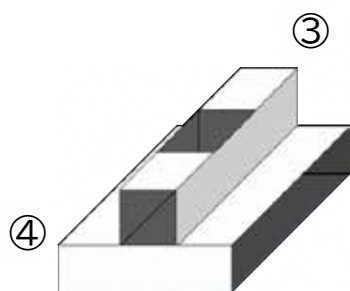

図10
⑤ ④で作った台の中央に2.③で作った筒を図10のように貼り付ける。
⑥ 2.①で作った厚紙イ，ウと厚紙オを斜線部に両面テープを貼って止める。